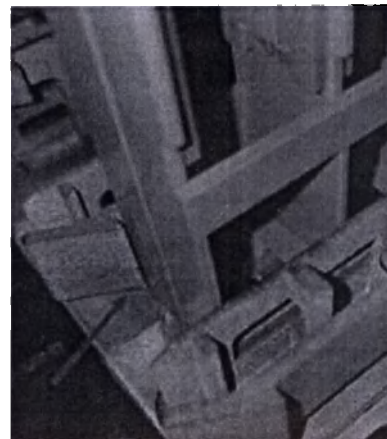

Рисунок 58. Установка штатива (стойки)
светодиоды для каждого слота уведомляют о доступности слота для обработки (белый цвет) (рис. 58, слева).
с) Установите штативы вдоль адаптеров, разместив их на поверхности загрузочного отсека и сдвиньте их вдоль адаптеров, слегка надавливая на них. (Рисунок 58).
- 9) Вставьте штатив по адаптерам ранее выбранного слота, упирая их в поверхность загрузочного отсека и сдвигая их по всей длине адаптера, слегка надавливая (Рисунок 58).